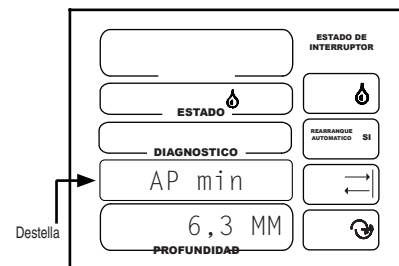

Figura 39-2
La aplicación mínima es la profundidad de agua que se aplica con el temporizador de velocidad fijado en 100%. El valor encontrado en el informe VChart es específico para el equipo y se usa para calcular las aplicaciones de agua a diferentes velocidades del equipo. El intervalo es 0,01 a 1,00 pulg ó 0,3 a 25,4 mm de agua y el valor predeterminado es 6,3 mm. Vea la Figura 39-2.
1. AP min debe estar destellando. Vea la Figura 39-2.